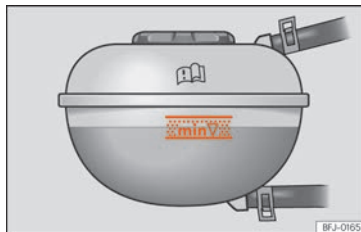

Abb. 209 Im Frontraum: Markierung am Kühlmittelausgleichsbehälter.
- Überprüfen Sie bei kaltem Motor den Kühlmittelstand an den seitlichen Markierungen des Ausgleichsbehälters >>> **[Abb. 209]**. Der Kühlmittelstand muss zwischen den Markierungen liegen.
• Der Kühlmittelstand muss sich zwischen den Markierungen des Ausgleichsbehälters befinden » » (Abb. 209). **Nicht über die Oberkante des markierten Bereichs auffüllen** » » ⚠.
• Das Kühlmittel darf beim Auffüllen die Oberkante des markierten Bereichs nicht überschreiten » » (Abb. 209). Andernfalls kann überschüssige Flüssigkeit bei steigen der Temperatur aus dem Motorkühlsystem ausgestoßen werden und Schäden verursachen.